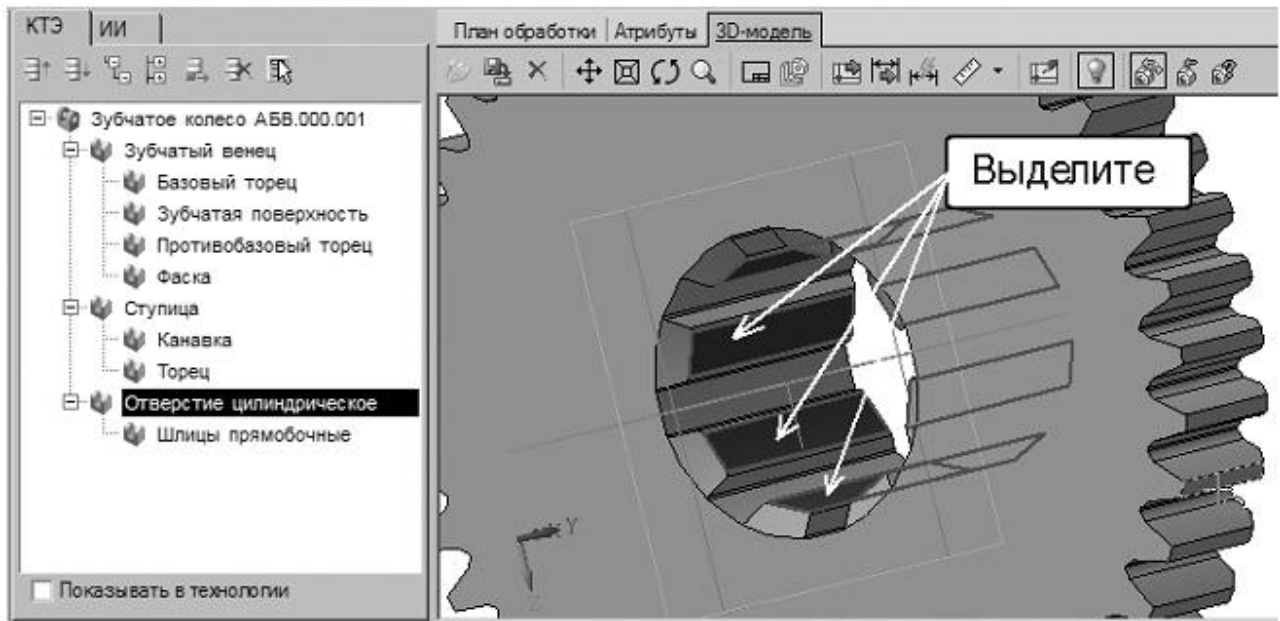

Рисунок 5.
10. Установите курсор в дереве КТЭ на элементе **Отверстие**. На 3D-модели последовательно выделите наружные грани шлица так, как показано на рис. 5. Установите связь между элементами, нажав кнопку **Связать** с текущим элементом дерева КТЭ.